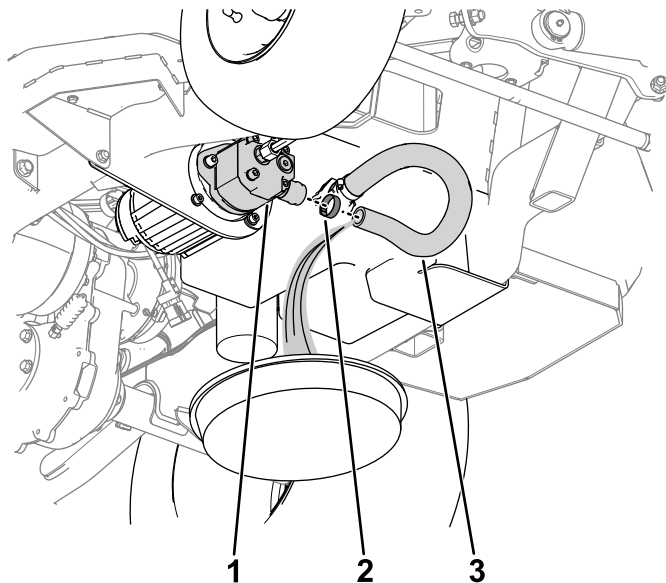

Figura 56
- A. Retire la manguera y la abrazadera de la bomba (Figura 56).
- B. Deje que se drene el fluido hidráulico de la manguera en el recipiente de vaciado (Figura 56).